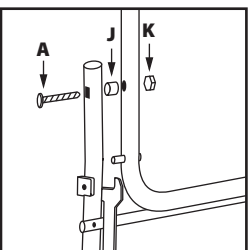

Fig. 5
- Attachez l'élément **4** à l'élément **3** à l'aide des fixations **A**, **J** et **K**. Ne serrez pas excessivement. Répétez la procédure de l'autre côté (**Fig. 5**). Notez la position des entretoises d'espacement **J** nécessaires au bon fonctionnement du chevalet.